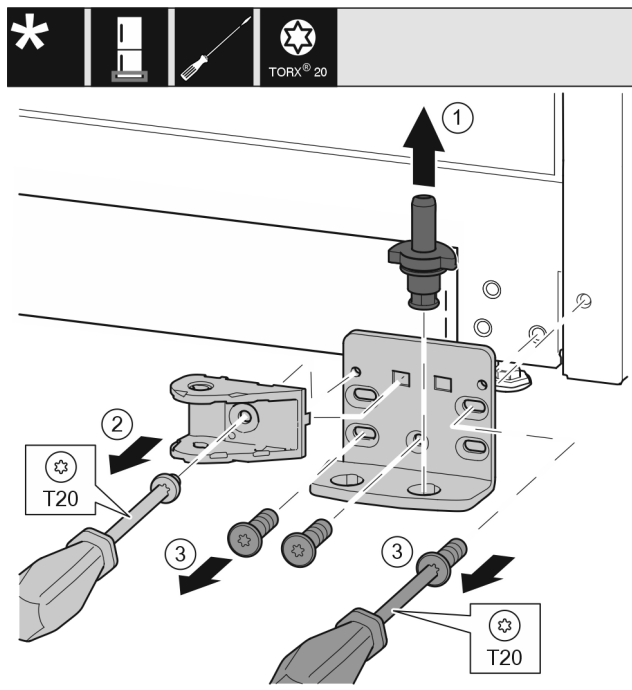

Fig. 23
- ▶ Húzza ki teljesen a csapszeget felfelé. Fig. 23 (1)
- ▶ Csavarja ki a csavart a T20 csavarhúzóval, és vegye le a záráscsillapítót. Fig. 23 (2)
- ▶ Csavarja ki a csavarokat a T20 csavarhúzóval, és vegye le a csapágybakot. Fig. 23 (3)